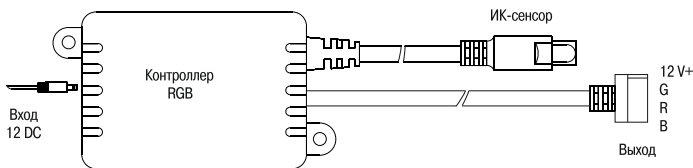

Рисунок 1
5.6.2 Смонтируйте контроллер на монтажной поверхности. При монтаже приёмный ИК сенсор (рисунок 1) должен находиться в пределах прямой видимости с предполагаемых мест управления.